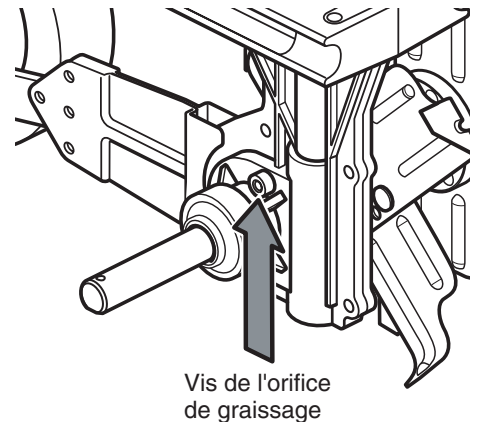

Figure 14 - Vis de l'orifice de graissage
2. Localiser la vis de l'orifice de graissage situé au-dessus de l'axe des dents sur le côté droit de la transmission (voir la figure 14).